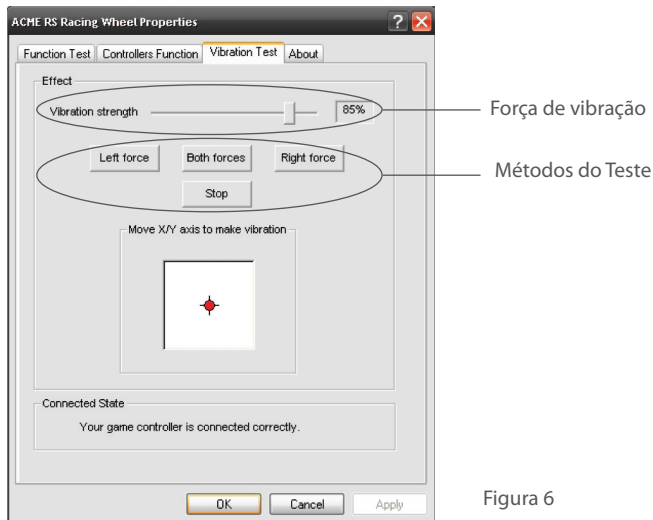

Figura 6
- A força de vibração pode ser ajustada a diferentes graus, de baixo a elevado, e conforme se descreve de seguida. (ver figura 6 “força de vibração”)
- Métodos de teste do motor (Ver Figura 6)